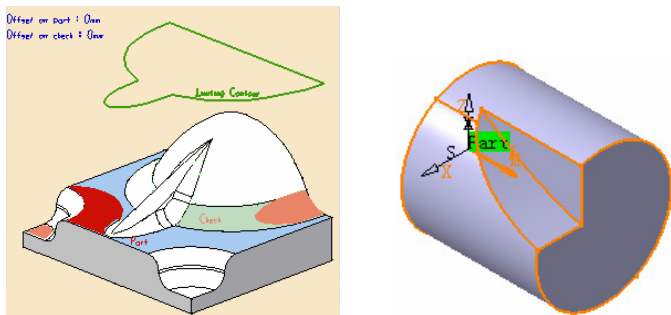

图 4-13 定义加工区域（1）
- 定义加工区域（1）。单击“Multi-Axis Sweeping.1”对话框中的，切换到几何参数选项卡，单击对话框中的目标零件感应区，选择整个目标加工零件作为加工对象，如图 4-13 所示，在空白处双击鼠标左键返回。